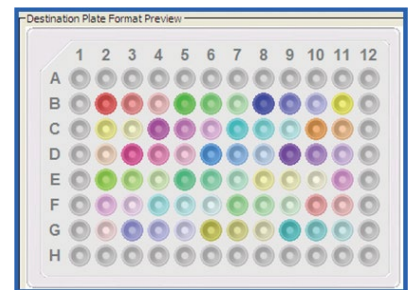

図 2 : ヒットピックウィザード
- **ヒットピックウィザード** : ヒットピッキングや希釈系列の作成等、複雑になりがちなプロトコルをウィザードを活用して簡単に作成することができます。(図 2)